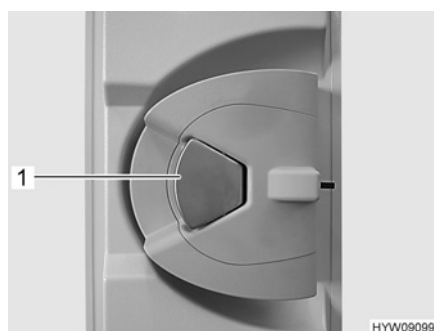

Bild 18 Dörrlås (ingångsdörr, insida)
Öppna: ■ Om dörrlåset är låst: Dra en gång i dörrhandtaget (Bild 18,1). Dörren är upplåst.
■ Drag i dörrhandtaget (Bild 18,1). Dörren är öppen.
Låsa: ■ Tryck ned dörrhandtaget (Bild 18,1).